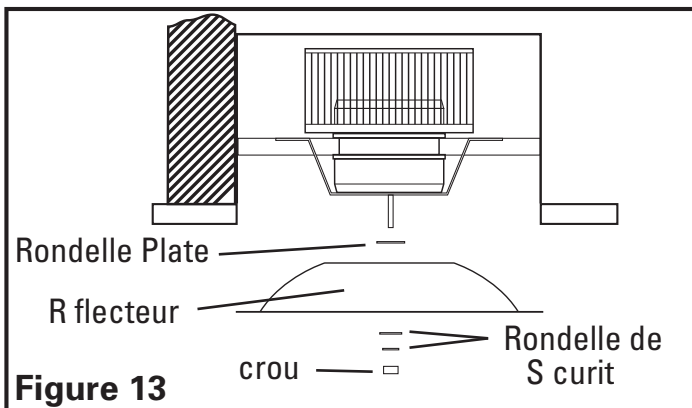

Figure 13
3. R installer le r flecteur de lumi re en le fixant en place sur les boulons de montage avec les rondelles, puis le r flecteur, les deux rondelles de s curit et le boulon du r flecteur. Serrer enti rement le boulon (**Figure 13**).